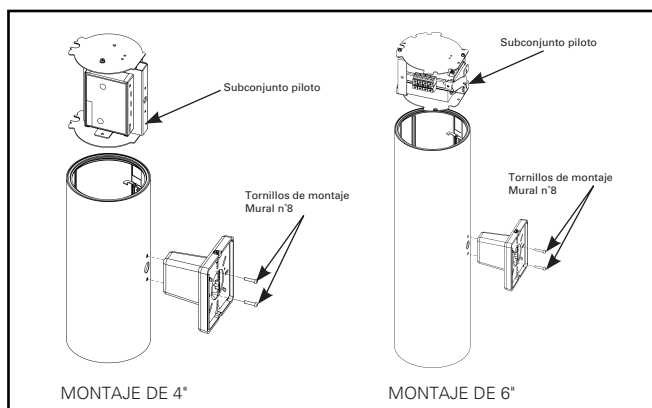

**Figura 6.**
4. Para acceder a los conectores de inserción del controlador, quite la cubierta de empalme o el propio controlador de su soporte al quitar el tornillo de fijación indicado. (Figura 6).
3. Retire el controlador o la cubierta de empalme para acceder a los conectores de inserción del controlador. (Figura 6).